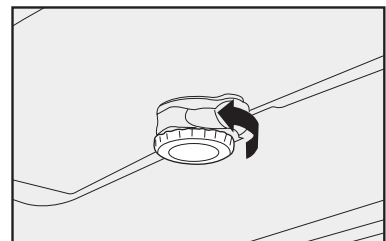
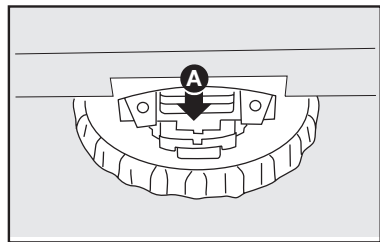

fig. 89
fig. 90
Girar la casquillo de la fig. 89 en la dirección indicada, de forma que permita abrir el techo de la posición deseada.
- soltar el retén de color rojo **fig. 90**, ejerciendo sobre este último una ligera presión tal como se indica (dicha operación deberá ser realizada utilizando la punta del destornillador que se encuentra dentro de la bolsa de herramientas, situada debajo del asiento del pasajero;
Para remover el cristal del techo practicable, invertir el orden del procedimiento de remoción y encastrar el cristal en la sede delantera y en el retén **fig. 90**. Presionar ligeramente la parte trasera del cristal hasta advertir el topo de bloqueo; después, girar 2 veces el casquillo **fig. 89** (en dirección contraria a la de apertura del cristal).